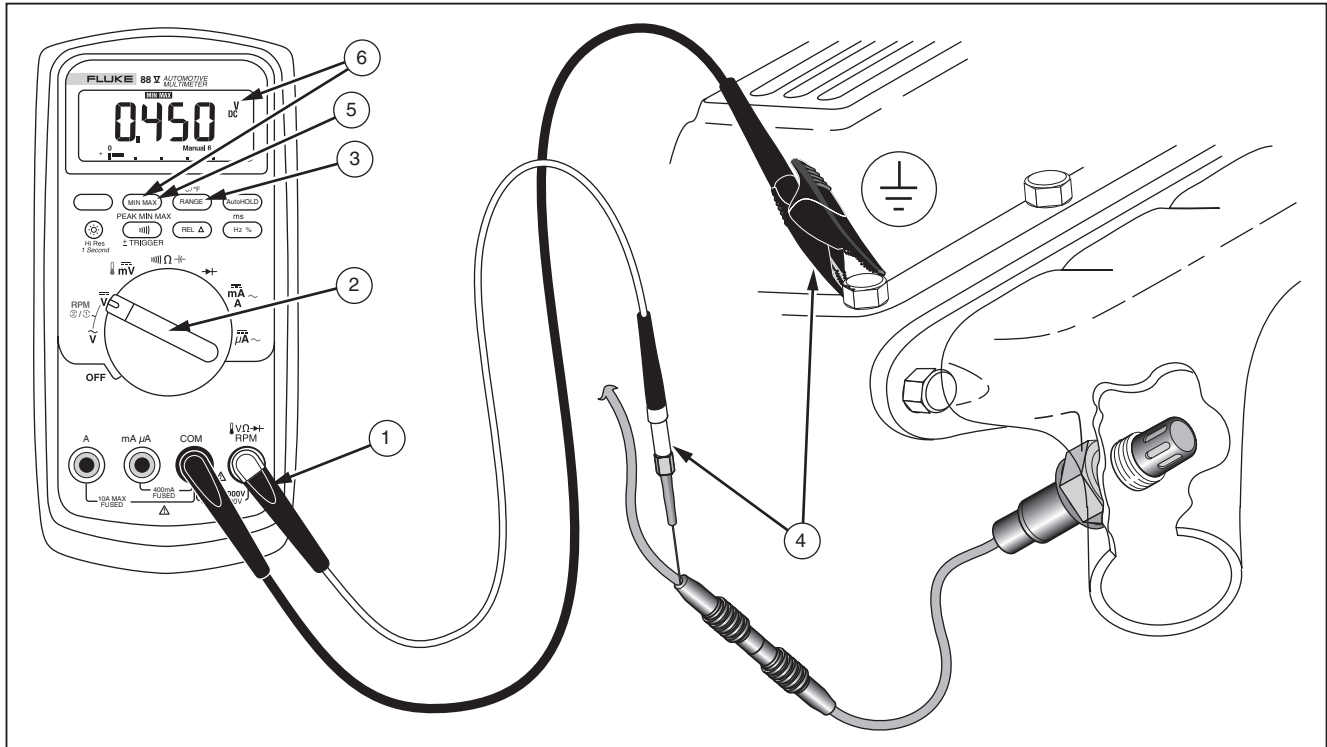

Figura 14. Medición de tensiones en un sensor de oxígeno típico
1. Apague el motor e inserte el conductor de prueba en los terminales de entrada ilustrados en la figura 14.